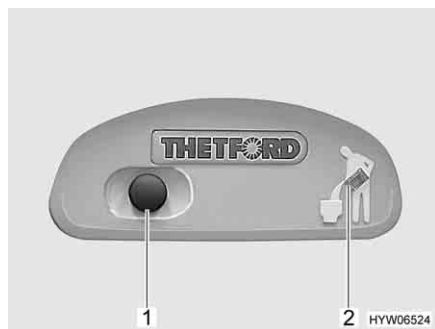
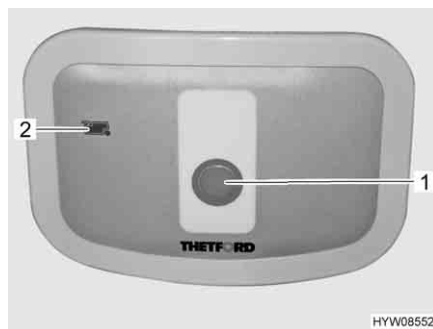

Fig. 224 Botón del inodoro/luz de control del inodoro Thetford
Fig. 225 Botón del inodoro/luz de control del inodoro Thetford (alternativa)
- Para lavar, pulsar el botón del inodoro azul (Fig. 224,1 ó Fig. 225,1).
La luz de control (Fig. 224,2 ó Fig. 225,2) se enciende cuando es necesario vaciar el depósito de aguas fecales.